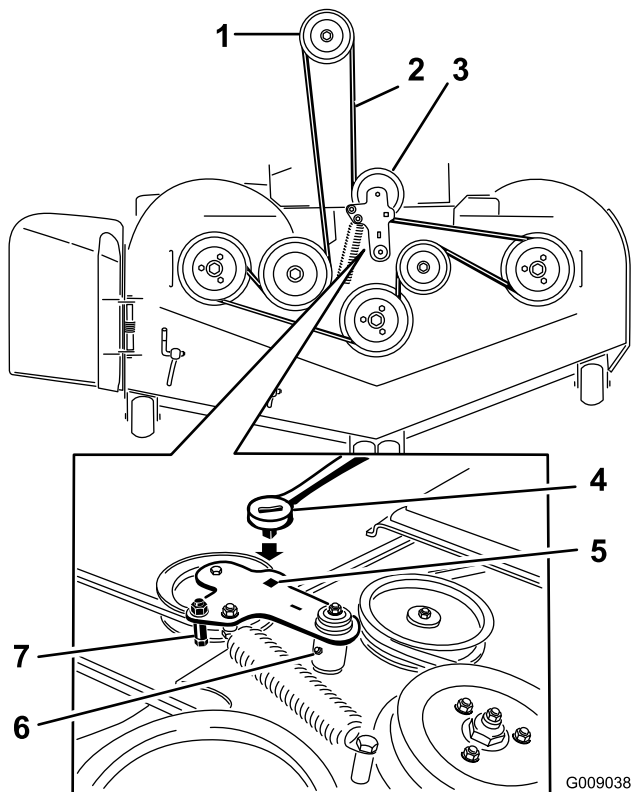

図 56
5. アイドラームについている四角い穴にラチェットを差し込んで、この原理でアイドルスプリングのテンションをゆるめる（図 56）。
7. 図 56にあるように、スプリング付きのアイドルアームについているベルトガイドを外す。
9. 新しいベルトをデッキのプーリ、およびエンジン下のプーリに取り付ける（図 56）。
10. 図 56にあるように、ベルトガイドを取り付ける。
11. 四角い穴にラチェットを差し込んで、アイドルスプリングを取り付ける（図 56）。